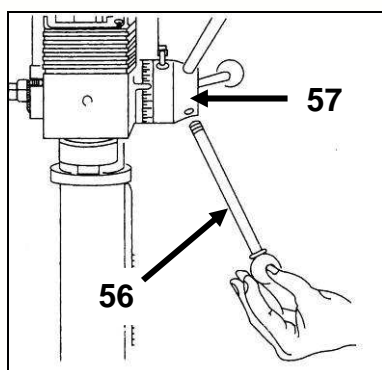

Fig 21
- Vissez les 3 bras de cabestan (56) dans le moyeu (57) (Fig 21).